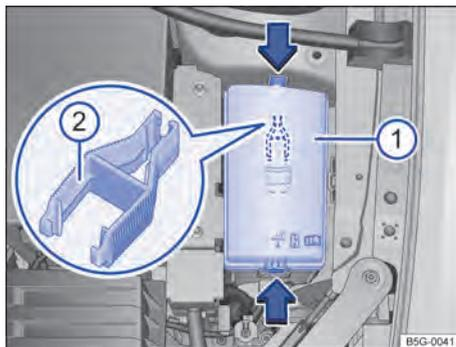

Fig. 213 No compartimento do motor: cobertura da caixa de fusíveis com alicate de plástico .
- Pressionar os botões de travamento no sentido da seta para destravar a cobertura da caixa de fusíveis ⇒ Fig. 213 .